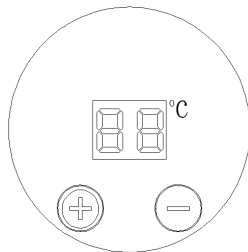

Abbildung 14
- Drücken Sie eine beliebige Taste, um sich die vor dem Ausschalten eingestellte Temperatur anzeigen zu lassen (werkseitig eingestellte Temperatur ist 2 °C) (siehe Abbildung 14).